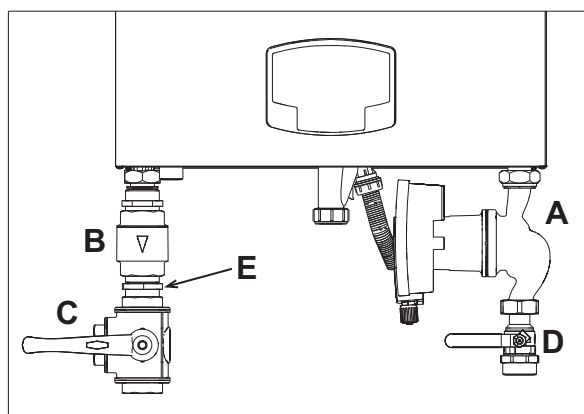

fig. 36- Chaudière avec les kits installés
réf. 042070X0 - KIT CIRCULATEUR HAUTE EFFICACITÉ - 7m. (A - fig. 36)
réf. 042071X0 - KIT CIRCULATEUR HAUTE EFFICACITÉ - 10m. (A - fig. 36)
- 1 **CLAPET ANTI-RETOUR - Femelle 1"1/2** (B - fig. 36)
- 2 **ROBINET 3 voies - Femelle 1"1/2** (C - fig. 36)
- 3 **ROBINET mâle/femelle 1"1/2** (D - fig. 36)
- 4 **NIPPLE OU MAMELON DE RACCORDEMENT 1"1/2** (E - fig. 36)